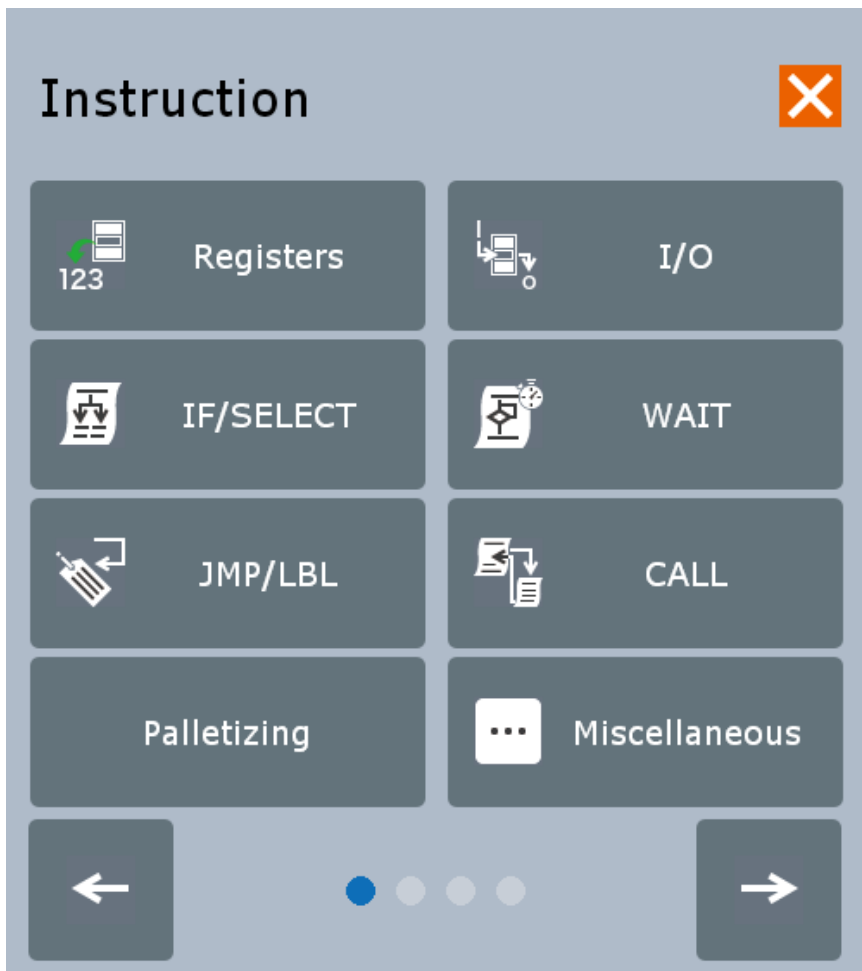

Рис. 13: Меню команды управления
2. Нажмите клавишу **F1 [INST]**. Откроется меню команды управления (рисунок 13). Если вместо **F1 [INST]** на экране отображается **F1 [POINT]**, то нажмите **NEXT**;